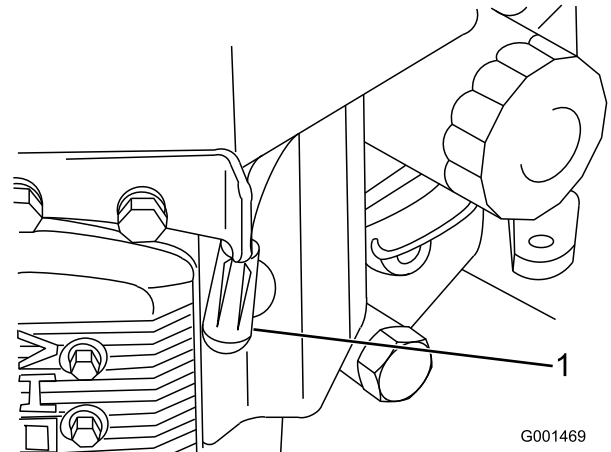

Bild 25
3. Klemmen Sie das Zündkabel von der Zündkerzen ab (Bild 25).